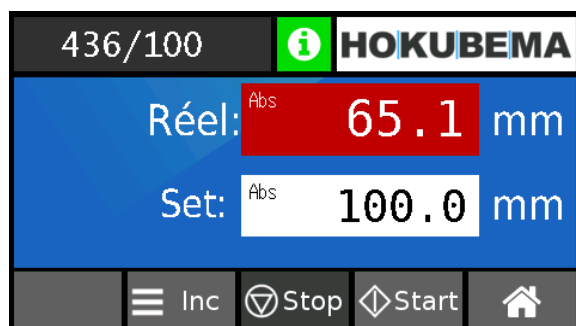

Figure 28 : saisie de la valeur de prescription en mode absolu
- Maintenant, légèrement appuyer sur le champ « **Set** » et entrer la valeur cible souhaitée, par ex. **100,00** mm (⇒ Figure 28).
- Le champ « **Réel** » reste sur un fond rouge jusqu'à ce que la valeur cible soit atteinte « **Set** » (⇒ Figure 28).